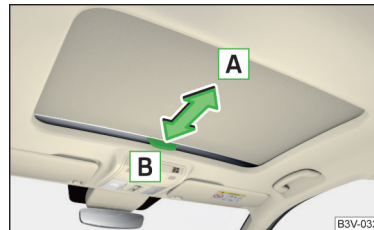

Abb. 64
- › Zum **Öffnen** den Griff in Pfeilrichtung **A** ziehen » **Abb. 64**.